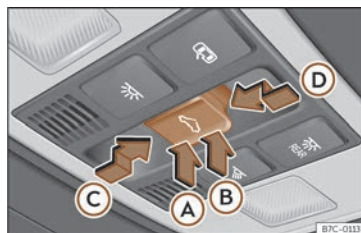

Fig. 84 Dans le ciel de pavillon : touche du toit ouvrant.
La touche <>>> fig. 84 présente deux niveaux. Le premier niveau permet de situer le toit en position déflectrice, d'ouvrir ou fermer entièrement ou partiellement le toit ouvrant.
• *Toit ouvrant* : dans les 5 secondes à partir de l'activation de la fonction anti-pincement, appuyez sur la touche  **fig. 84** jusqu'au deuxième niveau dans le sens de la flèche **fig. 84**  jusqu'à ce que le toit se ferme complètement.